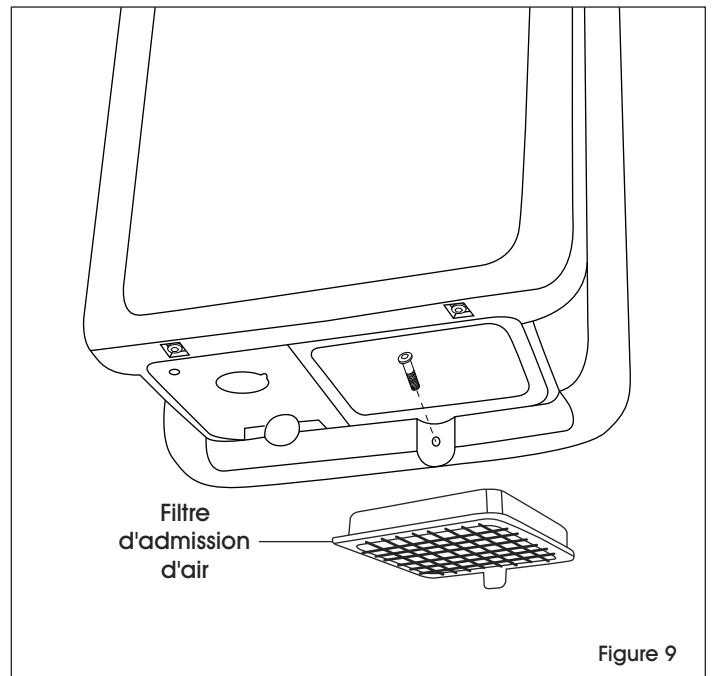

Figure 9
13. Retirez le filtre d'admission d'air et fixez le sèche-mains par le trou intérieur. Insérez le filtre et raccordez l'appareil. (Voir Figure 9)